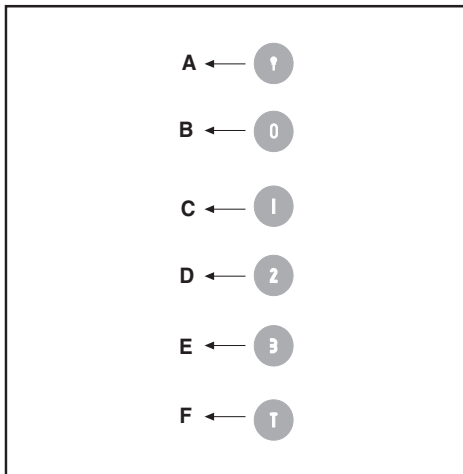

Fig.14
Prima di effettuare il collegamento, svitare le 4 viti **D** delle due scatole e aprire i coperchi (Fig.14)
- Effettuare le connessioni elettriche tra il corpo cappa e il gruppo motore (Fig.14 A e B).
• **COMANDI:** - **LUMINOSI** (Fig.14) la simbologia è di seguito riportata: